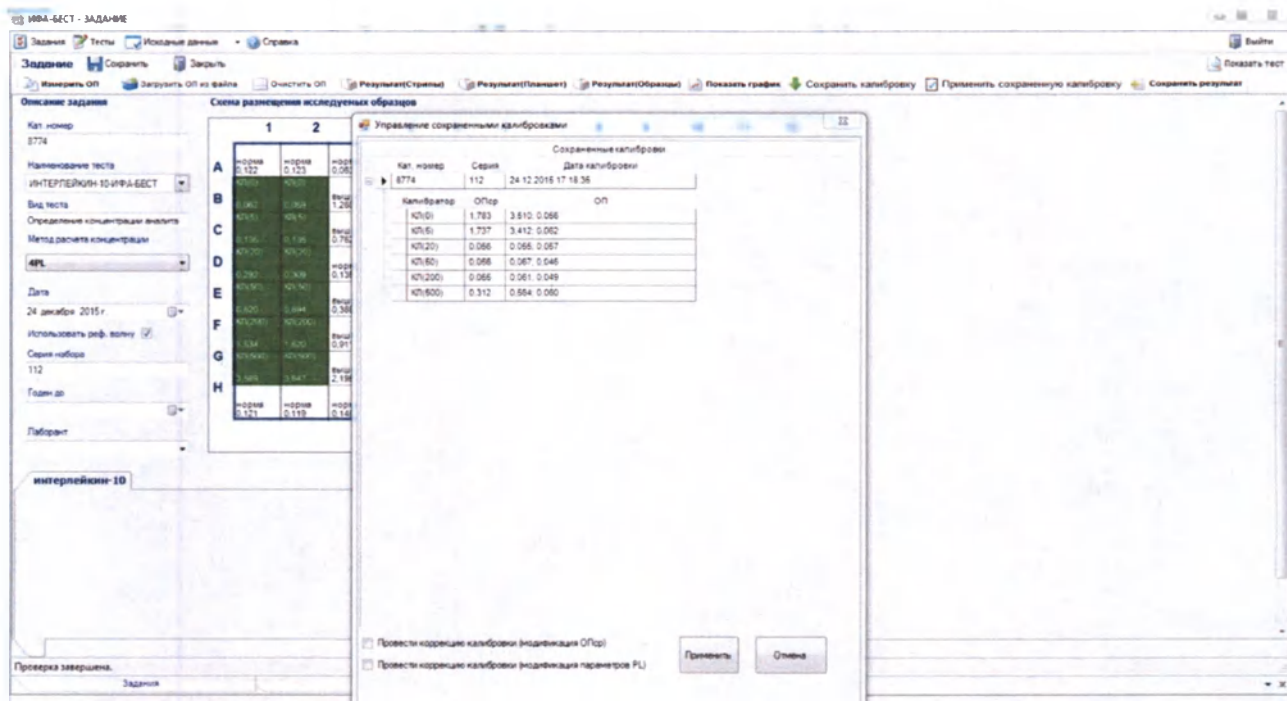

Рисунок 14
6.7.3 После измерения данных в программе появляется возможность корректировать значения калибраторов. Если указана серия, для которой ранее была сохранена калибровка, то по клику на кнопку **«Применить сохраненную калибровку»** можно выбрать параметры коррекции (см. рисунок 14).